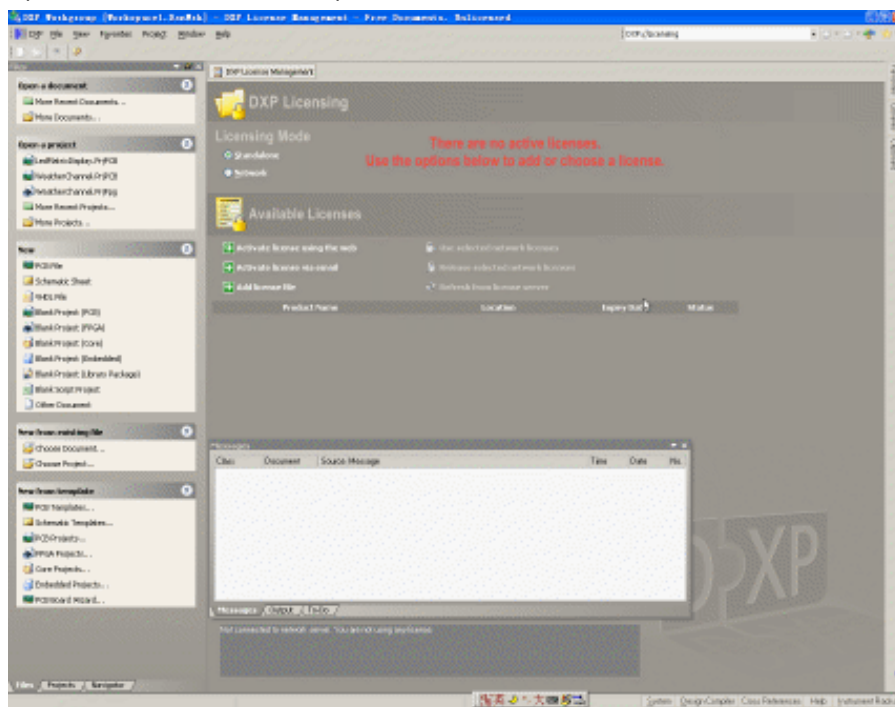

图 1.13 未激活的 Protel DXP 2004 界面
启动后，Protel DXP 2004 将自动新建一个名为“Workspace1.DsnWrk”的工作台，此时工具栏中的快捷按钮都处于不可用状态，系统自动打开如图 1.13 所示的“DXP Licenses management”页面，以红色显示“**There are no active licenses. Use the options to add or choose a license**”，提示未找到激活许可证，要求用户设置或添加许可证以激活 Protel DXP 2004。
(1) 在图 1.13 所示界面的“DXP Licensing”栏内的“Licensing Mode”选项栏中选择软件许可证类型，“Standalone”表示单机版软件许可证，“Network”表示网络版软件许可证。